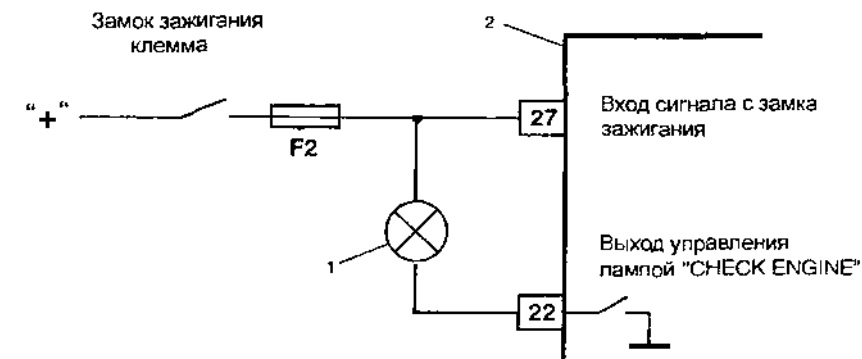

Рис. 3.3.7. Схема проверки цепи лампы диагностики «CHECK ENGINE»: 1 - лампа диагностики «CHECK ENGINE»; 2 - контроллер.
3.3.8. Неисправность цепи лампы диагностики «CHECK ENGINE» (рис. 3.3.7)